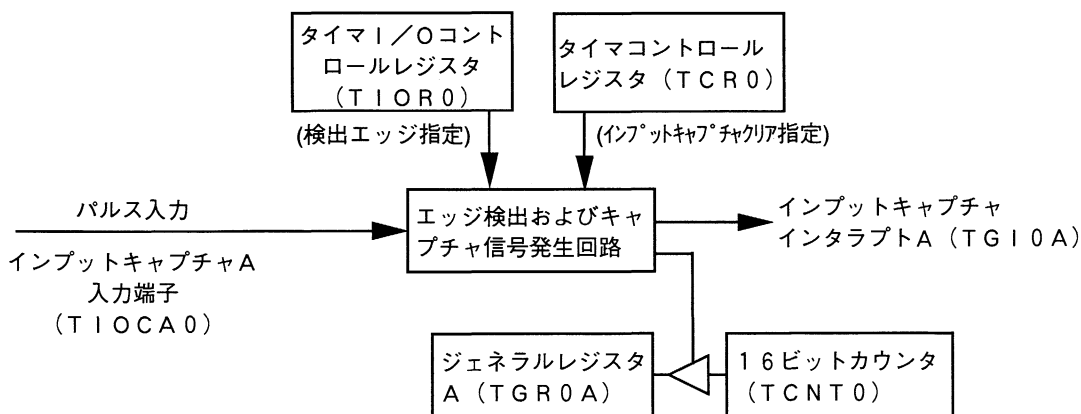

図2 パルスのHighおよびLow幅測定ブロック図
使用機能説明	<p>(1) 本タスク例では、T P U 0を使用してパルスのHighおよびLow幅を測定します。</p> <p>(a) 図2にT P U 0のブロック図を示します。本タスクでは、以下の機能を使用します。</p> <ul style="list-style-type: none"> <li>・パルスの立ち上がりおよび立ち下がりエッジの検出を行い、そのときのタイマ値を内部レジスタに設定する機能。(インプットキャプチャ)</li> <li>・インプットキャプチャ発生時タイマカウンタをクリアする機能。</li> <li>・パルスの立ち上がりおよび立ち下がりエッジ検出時、割り込み処理を起動する機能。</li> </ul>